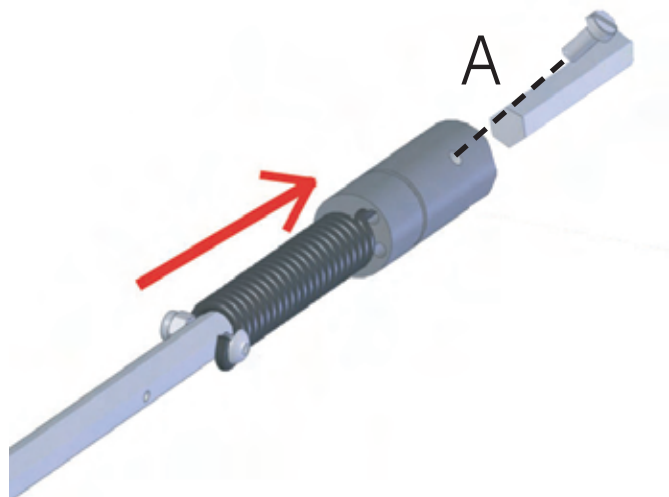

Abb. 8
- 3) Die Achse in das Motorgehäuse einsetzen und die Schraube A festziehen. (Abb. 8)